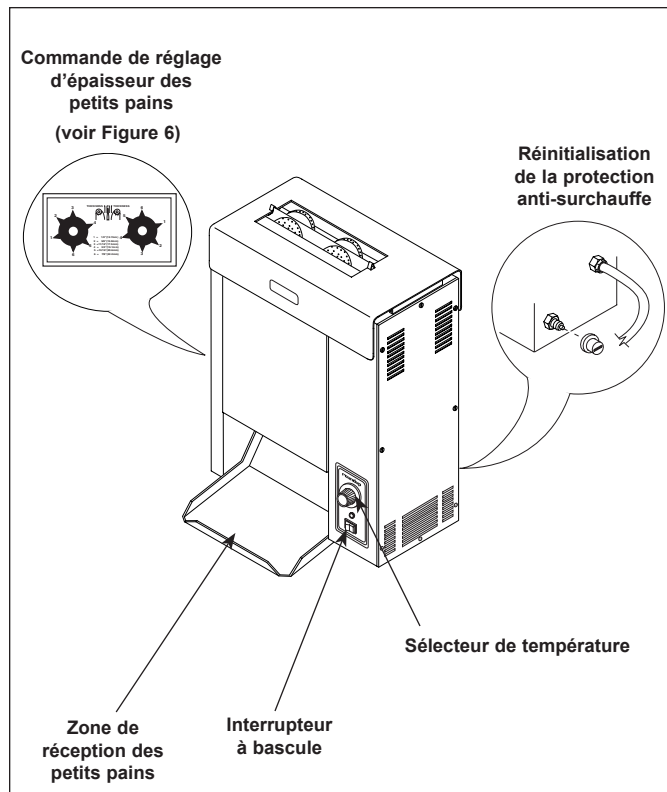

Figure 5. Commandes du grille-pain
2. Placez l'interrupteur à bascule (marche/arrêt) sur ON (marche) (Figure 5).
4. Faites tomber les petits pains dans le grille-pain avec les faces coupées du talon et de la couronne tournées l'une vers l'autre (Figure 5).
5. Le produit grillé tombe dans la zone de réception des petits pains (Figure 5).
Un thermostat de limite haute coupe l'alimentation électrique de l'élément chauffant et des circuits de commande si l'appareil surchauffe. Pour réinitialiser ce thermostat, comptez un temps suffisant (10 à 15 minutes) pour laisser refroidir l'appareil, puis appuyez brièvement sur le bouton de réinitialisation situé à l'arrière de l'appareil (Figure 5).
Ouverture du coupe-circuit de protection surcharge.	Réarmez la protection surchauffe (Figure 5, page 9).